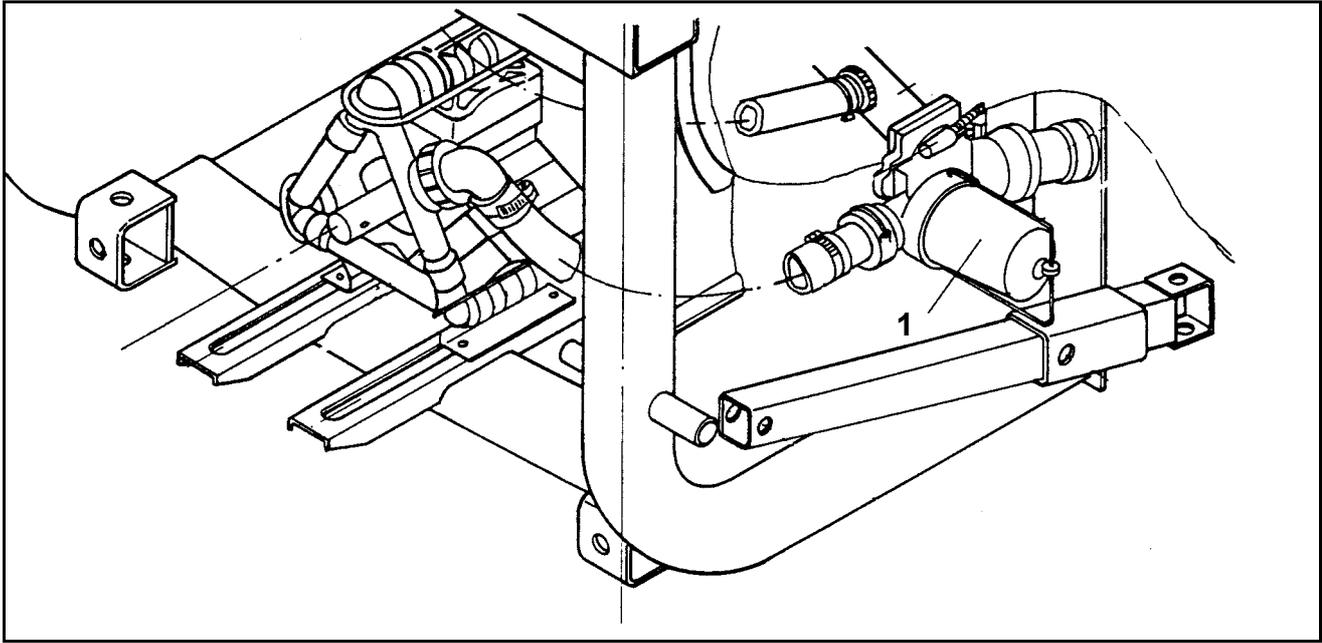

Fig. 15
- Les restes de bouillie diluée qui restent techniquement dans le fond de cuve sont récupérés par la vanne de vidange (Fig. 15/ 1) dans un récipient adapté à cet effet.